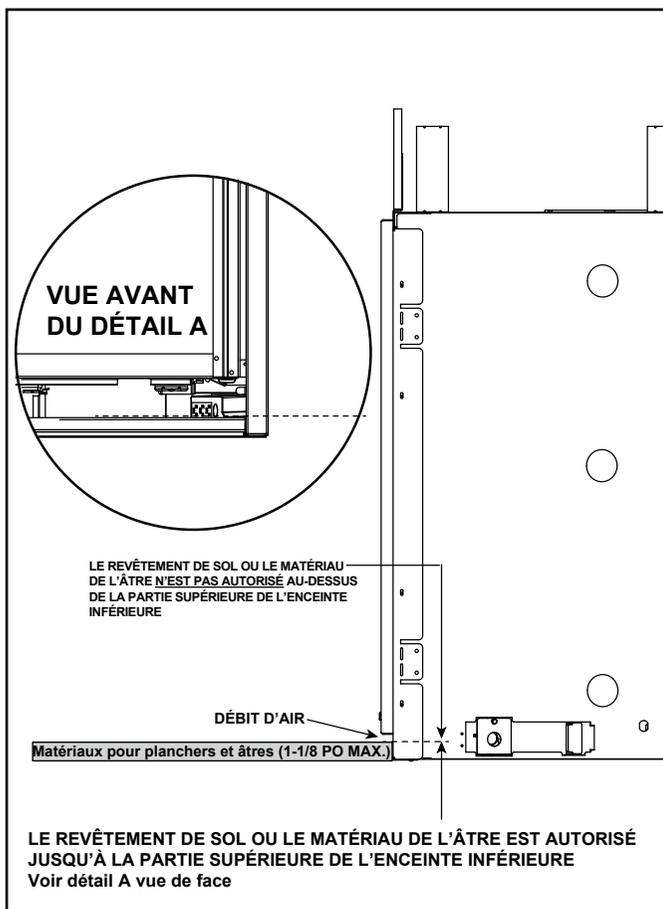

Figure 3.14 Matériaux du plancher et de l'âtre autorisés
- Les revêtements de sol et les matériaux de l'âtre sont autorisés jusqu'au sommet de l'enceinte inférieure, mais pas au-dessus, afin de permettre une bonne circulation de l'air à partir de l'appareil. Voir la figure 3.14.